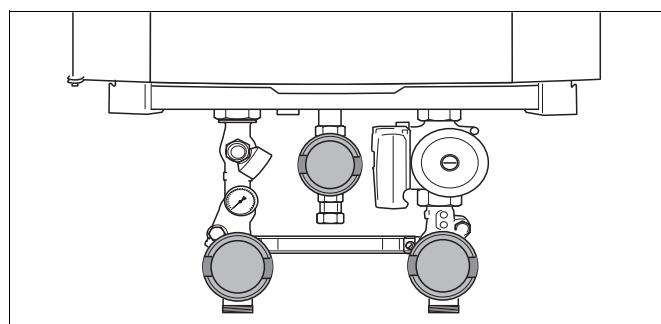

Рис. 96 Закройте кран подачи газа (здесь: положение "закрыто")
- Закрыть кран подачи газа (рис. 96).
- Закрыть сервисные краны (рис. 96).